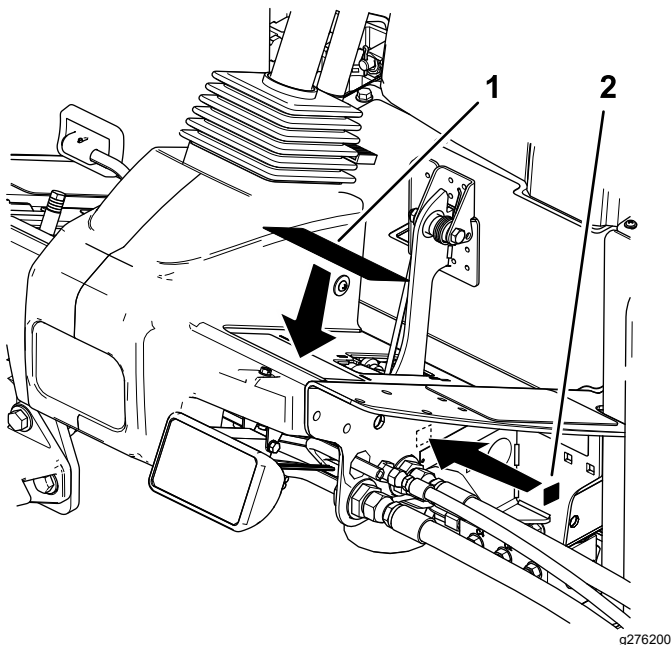

Bild 3
der in den losen Teilen enthalten ist, über dem vorhandenen Aufkleber auf (Bild 3).
- Bringen Sie den CE-Aufkleber neben dem Typenschild an der Maschine an (Bild 3).